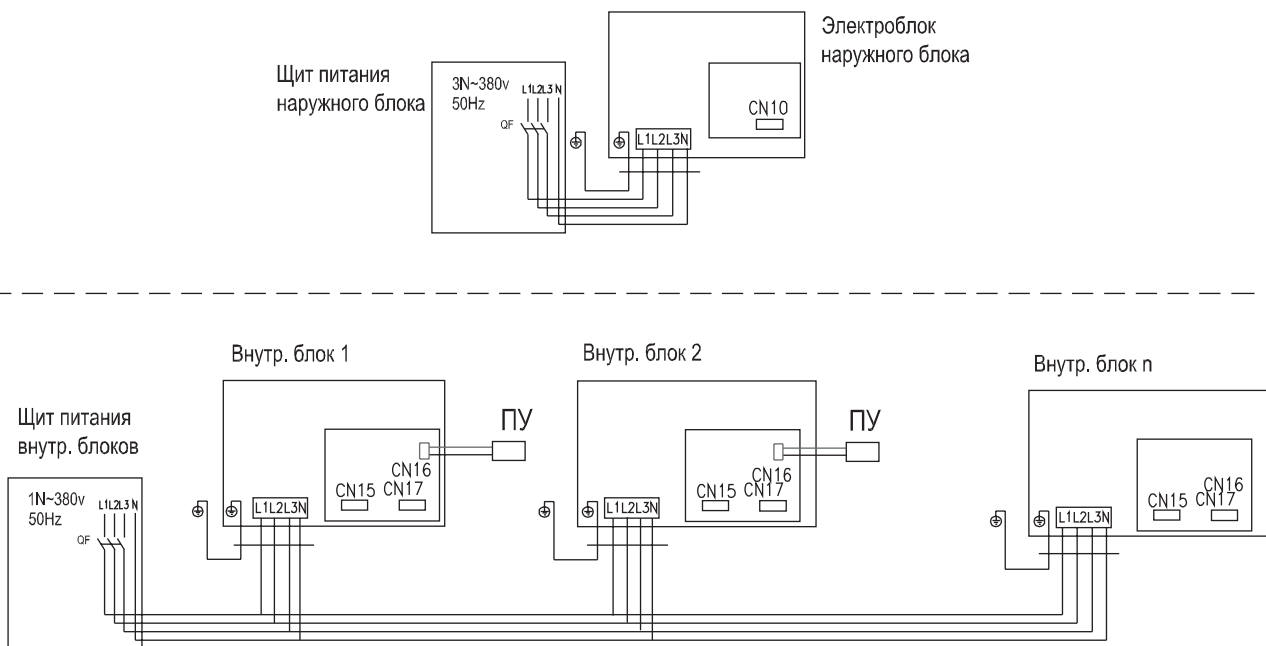

Рис. 8.3
8.10.2 Второй — подключение наружного блока и всех внутренних к разным щиткам электропитания (см. рис. 8.3).